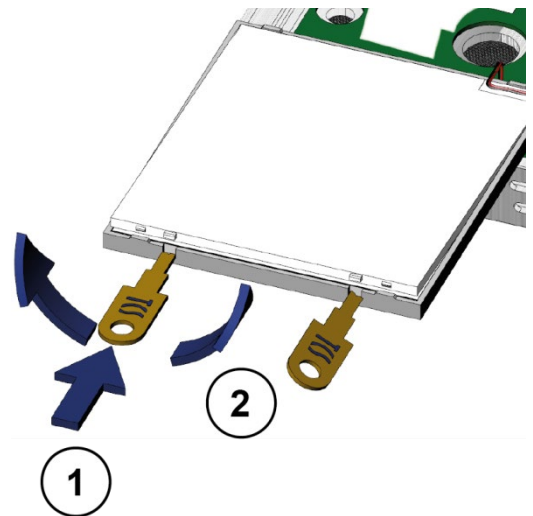

Abb. 4: Namensschilder öffnen
- ▶ Öffnen Sie das Namensschildglas (Abb. 4).